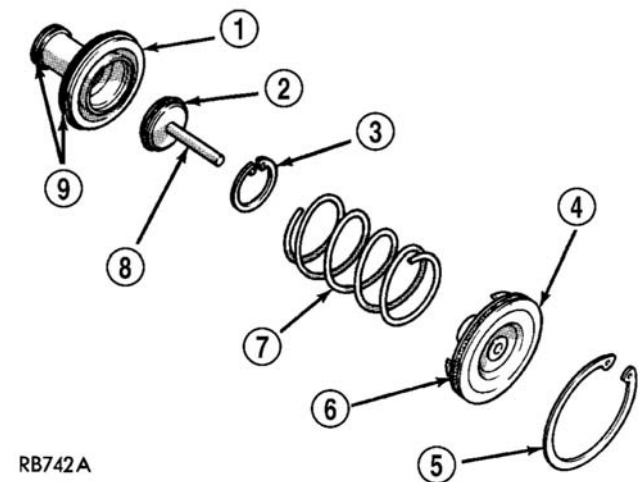

图 78 可控载荷强制降档伺服机构
- 2-螺栓 (2)
(23) 按 (图 78) 所示装配强制降档伺服机构。